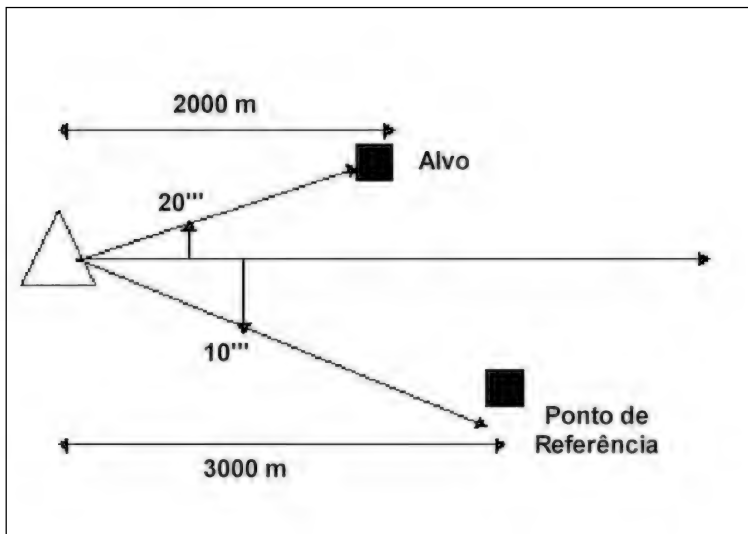

Fig 6-5. Correção de diferença de altitude.
(1) Quando houver diferença entre as altitudes do alvo e do PR, deve ser calculada a correção. O observador mede com um GB os sítios para o PR e o alvo. A grosso modo, poderá ser utilizado o binóculo desde que se consiga materializar a linha de nível (plano horizontal). Calcula-se então os desníveis respectivos, utilizando as DO avaliadas ou medidas; obtém-se a correção (Cor) subtraindo do desnível (Desn) do PO em relação ao alvo, o desnível relativo ao PR.
**EXEMPLO:** (Fig 6-5)